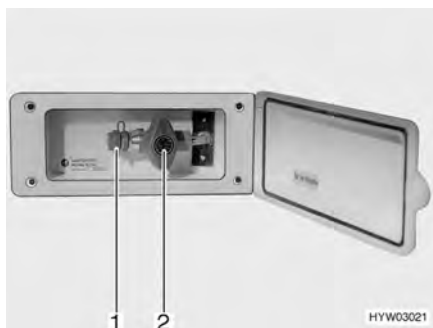

Bild 96 Extern gasanslutning, gasavstängningsventilen stängd
Den externa gasanslutningen (Bild 96) befinner sig, beroende på modell, på fordonets bakdel eller på fordonets vänstra resp. högra sida.
- Anslut den externa gasapparaten till anslutningar (Bild 96,1).
- Öppna gasavstängningsventilen (Bild 96,2).